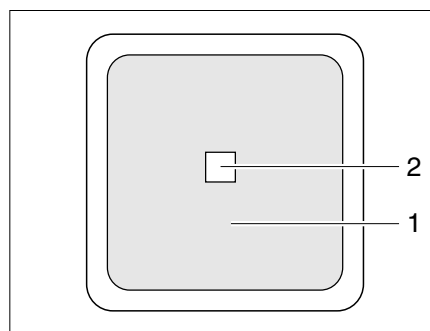

Fig. 257 Commutateur externe
- II "Remo." = l'appareil peut être mis en service et hors service avec le commutateur externe (Fig. 257,1).
Le commutateur externe de l'onduleur (Fig. 257) se trouve dans l'habitacle intérieur du véhicule ou dans l'emplacement de stockage. Le commutateur est identifié par l'inscription "Onduleur". La DEL (Fig. 257,2) indique l'état de fonctionnement de l'onduleur.